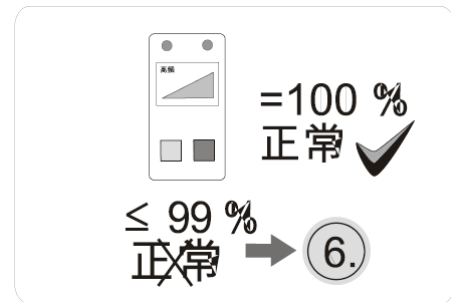

图 43
8.3 检查、评估并记录蓄电池的功能状态（→ 参见图、→ 图 43、→ 参见图）： ⇒ 请参见“测量”，→ 20.